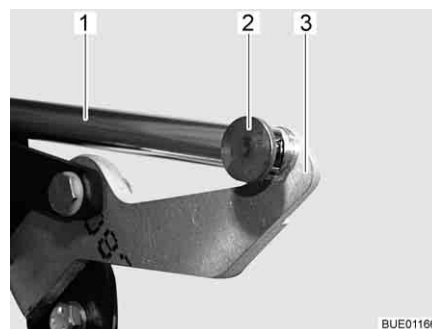

Fig. 120 Acionamento
- Separe a ligação (por ex., pino e contrapino) (Fig. 120,2) entre a biela (Fig. 120,1) e a alavanca (Fig. 120,3).